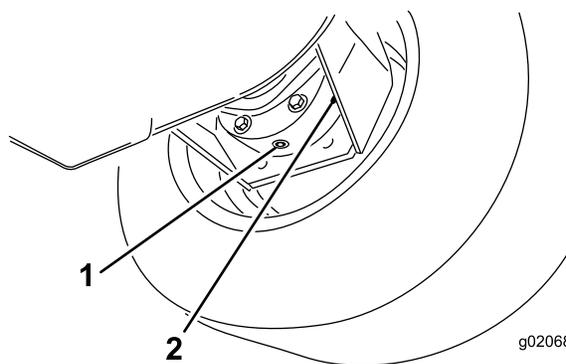

Figura 92
3. Mettete una bacinella sotto la scatola del freno, togliete il tappo di spurgo e lasciate defluire l'olio (Figura 92).